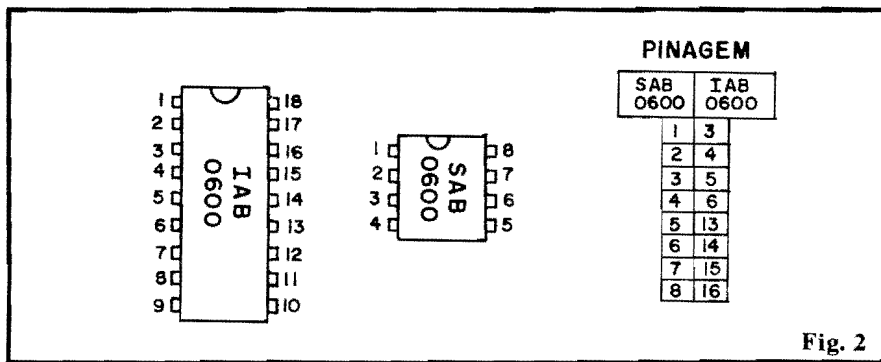

Fig. 2
- **FIG. 2** - Equivalência de pinagem entre os dois Integrados compatíveis com a montagem da CARECA. A figura mostra (vistos por cima) o IAB0600 (18 pinos) e o SAB0600 (8 pinos), bem como uma tabelinha de equivalência dos pinos. Não é difícil notar que, tirando os pinos nº 1-2-7-8-9-10-11-12-17-18 do IAB0600 (que, na verdade, não têm função alguma...) o SAB0600 "cabe" direitinho no "meio" do seu companheiro com mais "pernas"! Como as funções eletrônicas são absolutamente idênticas, o próprio **lay-out** do circuito Impresso da CARECA foi dimensionado com habilidade para acomodar, sem qualquer modificação, qualquer dos dois Integrados (no "chapeado" veremos como isso é fácil). assim, não há com o que se preocupar: tanto o IAB0600 quanto o SAB0600 servirão perfeitamente para a montagem da CARECA!